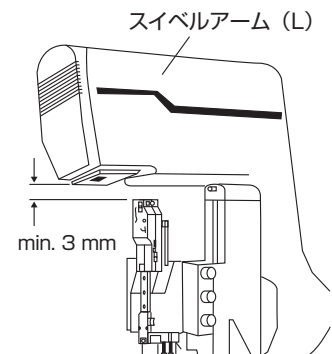

図38
- 1) ニードルサポート (K) が一番高い位置にある状態で、ファイアフォワードと Mammomat のダイヤフラムホルダとの間の隙間が3mm以上あることを確認します (図38)。